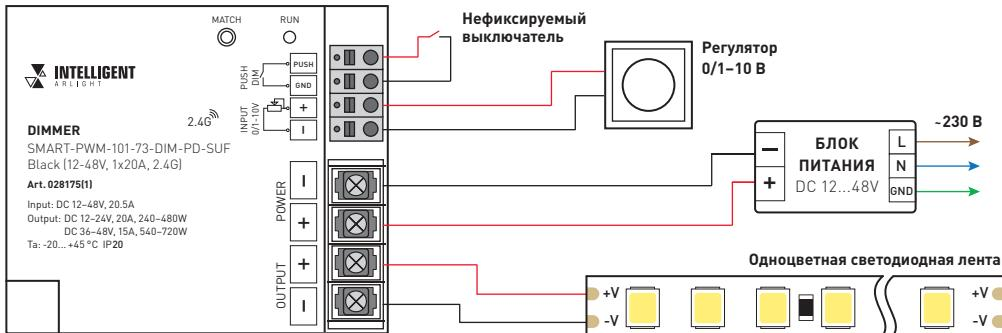

Рис. 1. Схема подключения диммера SMART-PWM-101-73-DIM-PD-SUF
3.2. Подключите диммер согласно схеме на рис. 1.